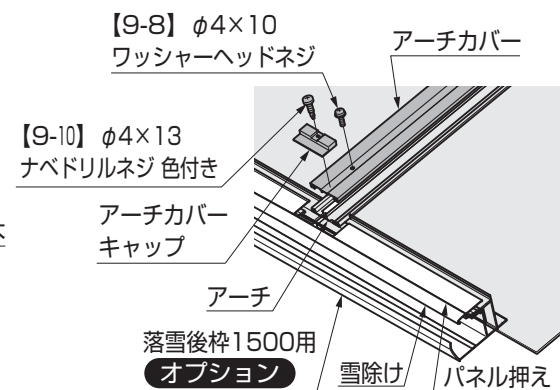

図6-4 A部詳細図 落雪後枠1500用 オプションの場合
- 落雪後枠1500用 オプション の場合、アーチカバーにアーチカバーキャップを [9-10] で取付けてください。(図6-4参照)